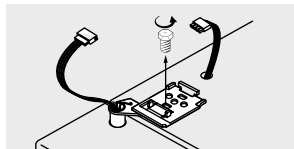

Figura 11
- Gire 3-4 veces en sentido contrario a las manecillas del reloj el tornillo de la bisagra superior. Desconecte los cables. (Figura 11)